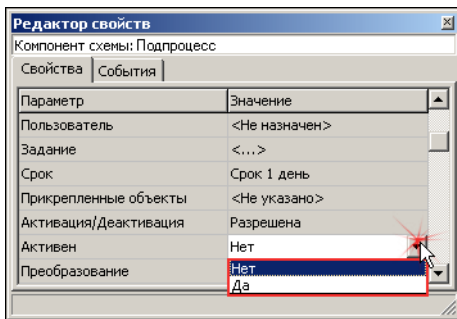

Рис. 4.44.
2. На панели **Редактор свойств** щелкните мышью в ячейке со значением параметра **Активен** (рис. 4.44).